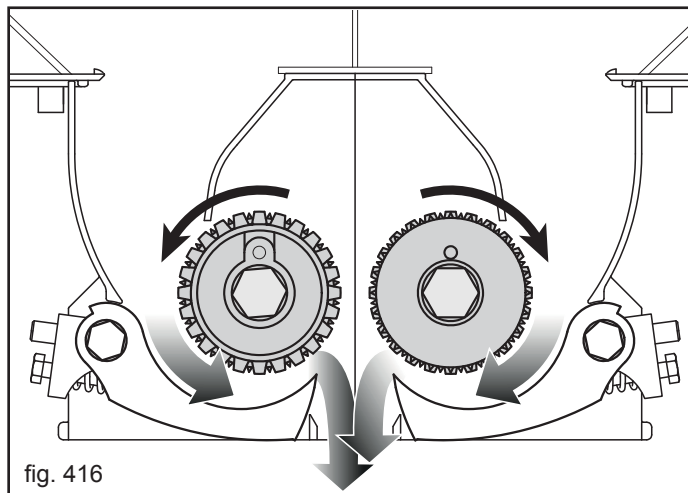

fig. 416
- 7) Die in den Sammelbehältern gesammelte Saatgutmenge wiegen und unter Bezug auf die durchgeführten Drehungen mit 100 oder 40 multiplizieren. Das Ergebnis ist die in Kilogramm pro Hektar ausgestreute Saatgutmenge (Abb. 416).
Die Dosiervorrichtungen für die Kombinationsverteilung von Saatgut/Dünger bestehen aus einer Doppelkammer (Abb. 416). **ACHTUNG! Der Dünger wird in der gleichen Säfurche wie das Saatgut ausgebracht, VERWENDEN SIE EIN GEEIGNETES PRODUKT.**